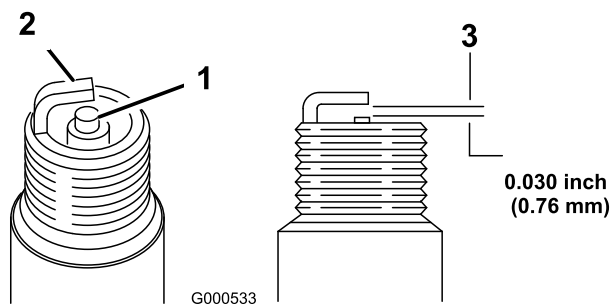

Figura 45
1. Uităi-vă la centrul bujiilor (Figura 45).
2. Verifică distanța dintre electrozii central și lateral (Figura 45) și îndoiți electrodul lateral dacă distanța nu este corectă.